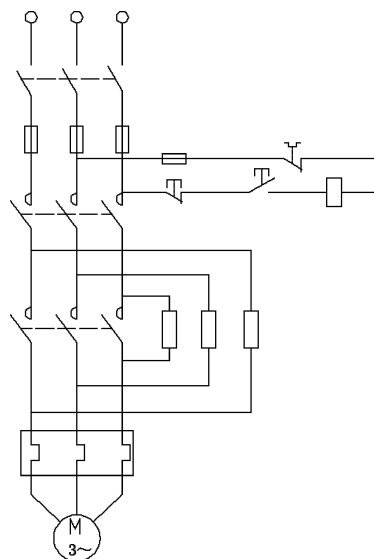

图 6-111 插入 SB1、
(19) 单击“默认”选项卡“块”面板中的“插入”按钮，连续插入图块 SB1、SB2、KM 到下面一条水平引线右端，如图 6-111 所示。